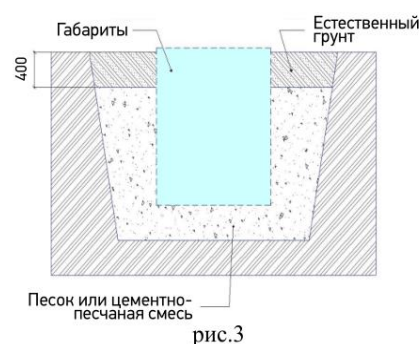

рис.3
4. Обратная засыпка котлована и траншей системы. (рис.3) Подводящую и отводящую трубы сначала присыпают песком вручную. Закрывают люк на горловине установки и так же сначала присыпают вручную песком, не имеющим крупных включений. Засыпка станции над емкостью производится песком. Перед началом засыпки станцию необходимо предварительно на одну четверть заполнить водой и постепенно заполнять водой по мере засыпки пазух. Верхний слой (по поверхности площадки) засыпается растительным грунтом.